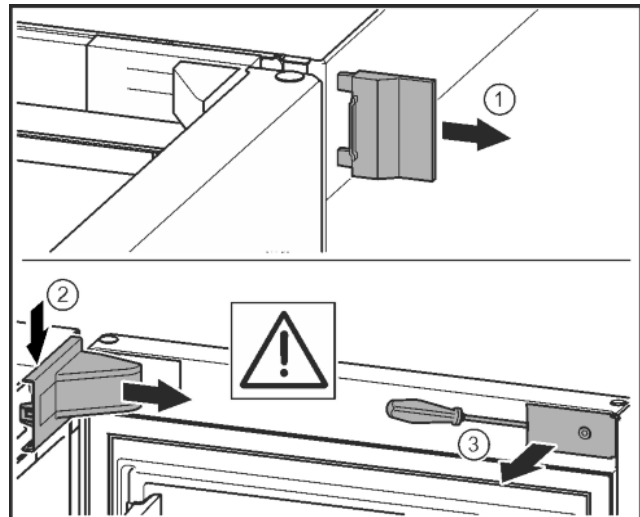

Fig. 11\*
- ▶ Retirer le cache extérieur.\* Fig. 11 (1)
- ▶ Détacher et libérer le cache du support de palier. Retirer le cache du support de palier.\* Fig. 11 (2)
- ▶ Dégager le cache avec le tournevis et l'incliner sur le côté.\* Fig. 11 (3)